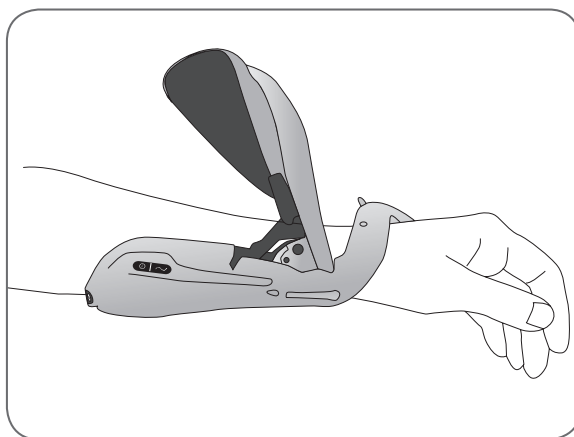

Ilustración 6-9: Cómo colocar el apoyo del flexor.
2. Gire la ortesis en el antebrazo y coloque el apoyo del flexor en el antebrazo. Consulte la Ilustración 6-9.